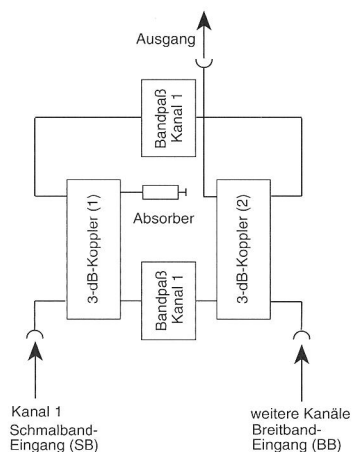

Bild 9: Blockschaubild einer Richtkopplerweiche
Richtkopplerweichen sind eine Kombination von Filtern und 3-dB-Kopplern. Eine Einheit (Modul) besteht aus zwei Bandpaßfiltern, zwei 3-dB-Kopplern und einem Absorber (Bild 9). Ein Eingang (SB) ist schmalbandig, entsprechend der Durchlaßkurve der Bandpaßfilter. Der andere Eingang (BB) ist breitbandig, entsprechend dem Betriebsbereich der 3-dB-Koppler.